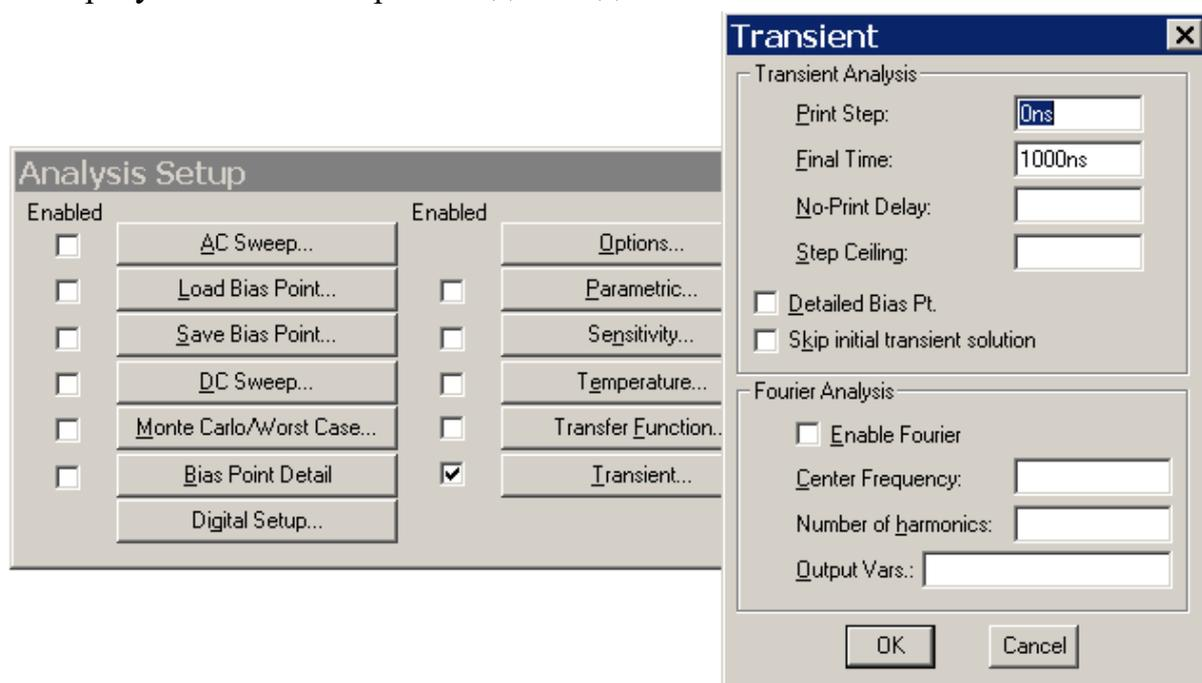

Рисунок 3.1 – Настройка анализа переходных процессов
Начинается анализ всегда в момент времени $t = 0$. В окне **Transient (рис. 3.1)** указывается время окончания анализа **Final Time** (Конечное время). Результаты вычислений выводятся в виде таблиц, в выходной файл с расширением **.out**, или с возможностью представления в виде графиков, в выходной файл с расширением **.dat**, с интервалом времени, задаваемым параметром **Print step** (Шаг печати). При выводе на график применяется квадратичная интерполяция между дискретными отсчетами. Если требуется получить график не с нулевого момента времени, а позже, то можно задать данный момент времени в поле **No-Print Delay** (Задержка печати). Это бывает полезно для уменьшения файла данных, уменьшения времени получения значимых результатов или при отладке модели.
3.4.2 Через меню **Analysis > Setup** открыть окно настройки моделирования и выбрать тип анализа **Transient**. Первоначальные параметры анализа в окне **Transient** задать, как показано на **рис. 3.1**.